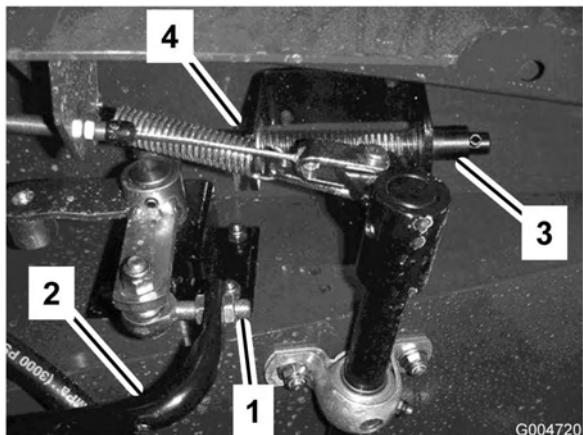

Figura 67
3. Allentate i controdadi sull'estremità dell'asta e regolate la lunghezza dell'asta di trazione (Figura 67) in modo che il pedale tocchi l'arresto del pedale quando la leva della pompa raggiunge la fine corsa. Fissate i controdadi.
3. Riempite il serbatoio (Figura 67) con 30 litri circa di fluido idraulico; vedere Verifica del fluido idraulico.